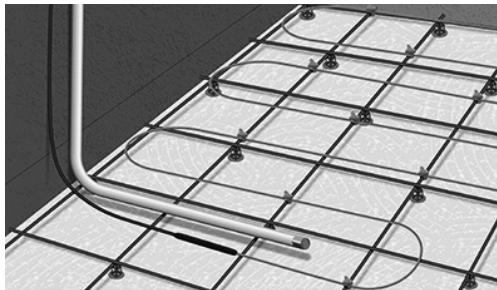

Fig. 6. Placér røret/føleren mellem to kabler
7. Montér et tomrør til gulvføleren. Sørg for tomrørets ende er placeret på samme niveau som varmekablet og mellem to kabelsløjfersløjfer ca. 50 cm fra væggen. Forsegl enden af tomrøret (fig. 6).